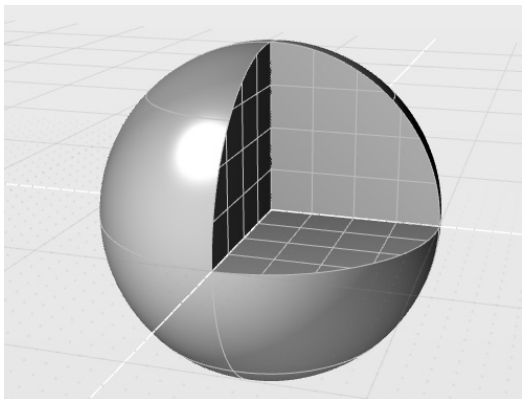

图 2-59 布尔差集运算结果
8) 随后控制台提示“拾取第二个对象集 (按 Enter 键/空格结束):”。按提示拾取“立方体#1”, 作为第 2 个对象。按〈Enter〉键或空格键确认选取。此时可见布尔差集运算结果如图 2-59 所示。